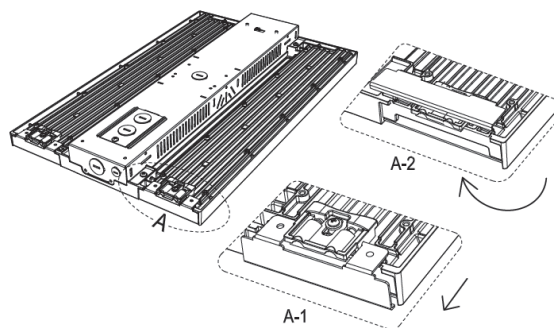

Figure 1
STEP 1: Push the retaining clasp with your finger to open the lens retaining plate in a rotating manner so that it falls into the slot of the heatsink. See Figure 1.
ÉTAPE 1: Poussez sur la boucle de retenue avec votre doigt pour ouvrir la plaque de retenue de la lentille en la faisant tourner de sorte qu'elle tombe dans la fente du dissipateur thermique. Voir la Figure 1.